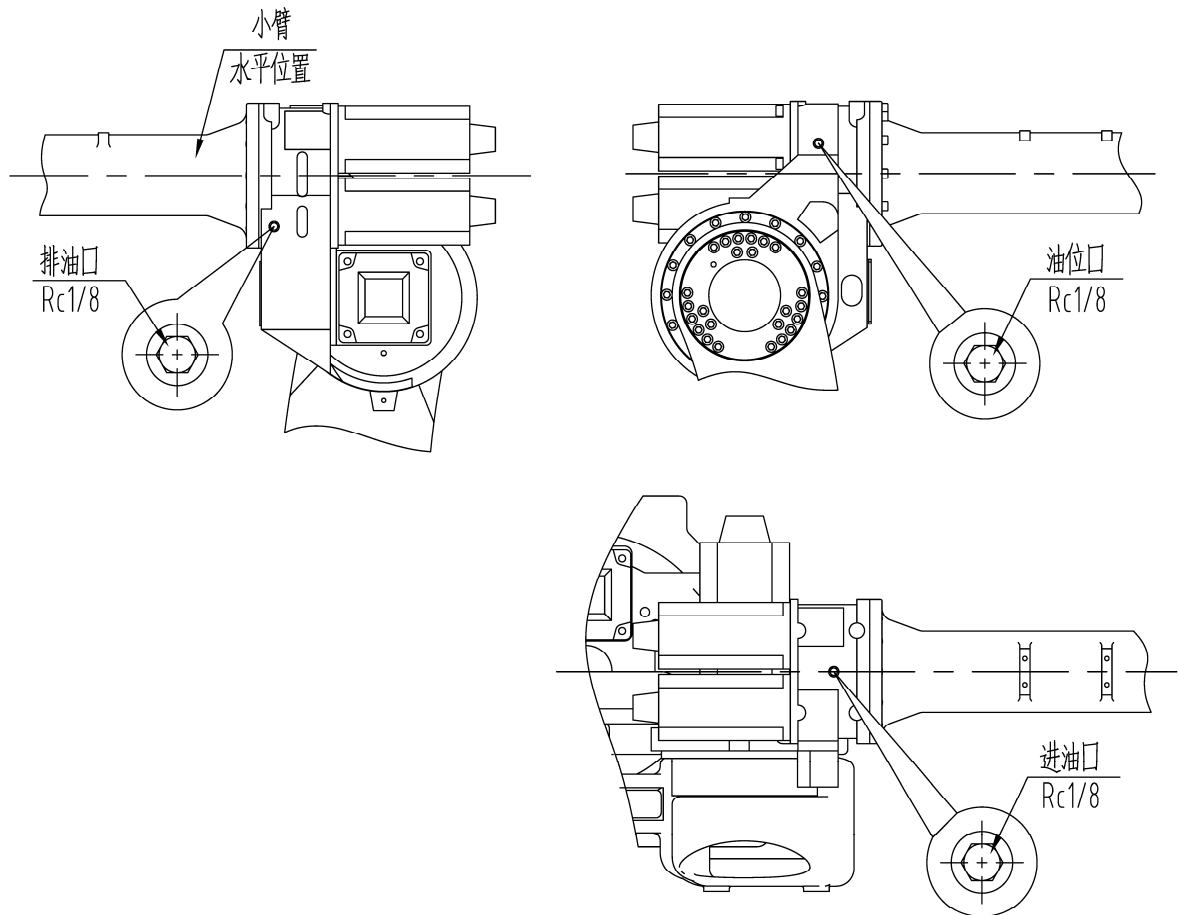

图 21 J4、J5、J6 轴齿轮箱油口位置
(1) 补充润滑油步骤（参考图 21）
- ① 转动 J3 轴，使得机器人小臂处于水平姿势（如图 21 所示）；
- ② 取下齿轮箱的油位口的油塞；
- ⑤ 加润滑油直至润滑油从油位口漏出；
- ⑥ 用布擦净从油位口漏出的润滑油。进油口和油位口分别装上油塞，油塞的螺纹处应缠生胶带并用扳手拧紧。
(2) 润滑油更换步骤（参考图 21）
- ③ 取下排油孔油塞。（注意：不要一次性拧出油塞，润滑油可能喷出，污染周围环境或喷溅到维护人员。润滑油流出，请注意准备好接油工具。）